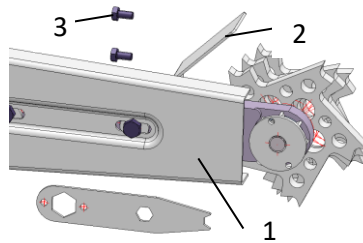

Fig. 4.: Montering verneplate
- > Monter verneplaten på sverdet (1 – fig. 4).
- > Norfresen har enda en verneplate (2 - fig. 4). Denne skrur fast på huset med to sekskantskruer (3 – fig. 4).